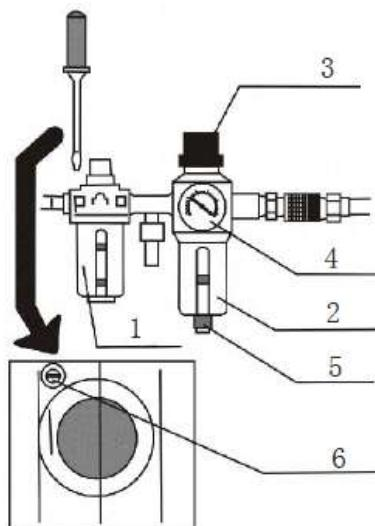

Abb. 14
**HINWEIS:** Beachten Sie hierzu Abb. 14! Öler (1), Luftfilter (2), Druckregler (3)
- Beachten Sie dabei die Druckanzeige (4). Nach der Einstellung des Betriebsdrucks drücken Sie den Knopf nach unten, um ihn zu sichern.
- Der Luftfilter (2) filtert Wasser und Unreinheiten aus der Druckluft. Wenn Wasser und Unreinheiten über den roten Strich hinaus gelangen, öffnen Sie das Auslassventil (5), um diese ablaufen zu lassen.
- Der Öler (1) wird für die Zugabe einer bestimmten Schmierstoffmenge ins Gas für die beweglichen Teile von Zylinder und Regler gebraucht. Pedal C drei bis fünfmal durchdrücken und ein Tropfen Schmierstoff fließt in den Hohlraum im Regler. Sollte dies ausbleiben, kann man die Stellschraube einstellen.